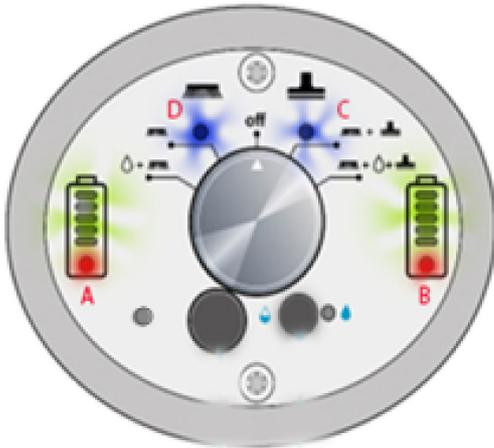

Abbildung 23d
2. Für das kurzzeitige Abstellen der Maschine hat i-mop® einen eingebauten Timer, um die Lebensdauer der Bürsten zu gewährleisten. Der Bediener sollte die Maschine nicht zu lange auf den Bürsten parken, um Schäden an den Bürsten zu vermeiden. Das Display beginnt zu leuchten, wie in **Abbildung 23d** dargestellt. Nach 9,5 Minuten beginnen die Lichter auf A,B,C,D zu blinken.